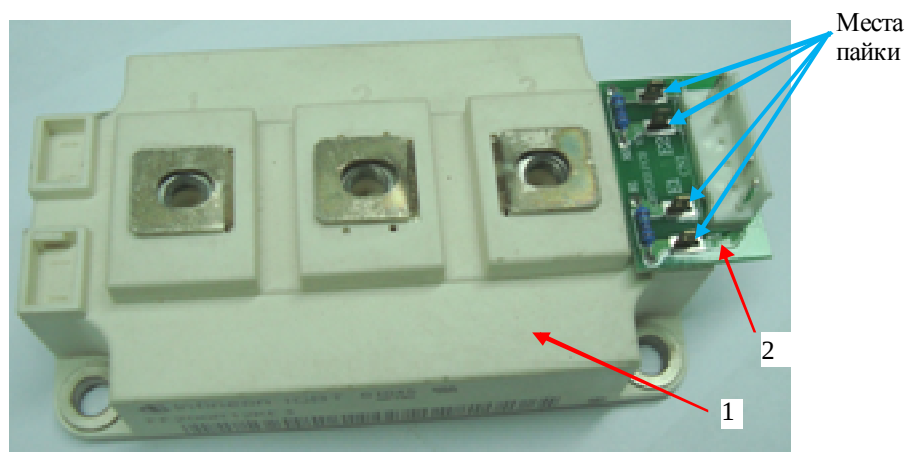

Рис. 7.5.
7.3.3. Установить монтажную плату 2 на модуль IGBT 1, продвигая ножевые контакты модуля в прорези платы с контактными площадками (рис. 7.5). Паять контакты модуля IGBT к плате.